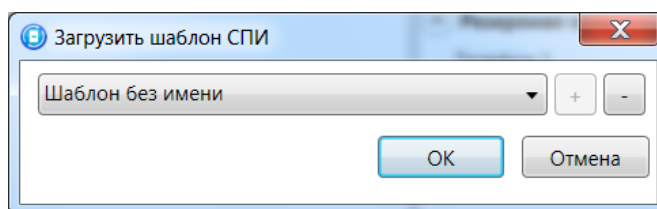

Рис. 12.4. Окно *Загрузить шаблон СПИ*
**Загрузить шаблон настроек:** открытие окна *Загрузить шаблон СПИ* (Рис. 12.4), с помощью которого можно сконфигурировать контроллер по предварительно созданному шаблону. Для того чтобы применить шаблон, выберите его в списке и нажмите кнопку *ОК*. Для того чтобы удалить один из сохраненных шаблонов, выберите его в списке и нажмите кнопку .